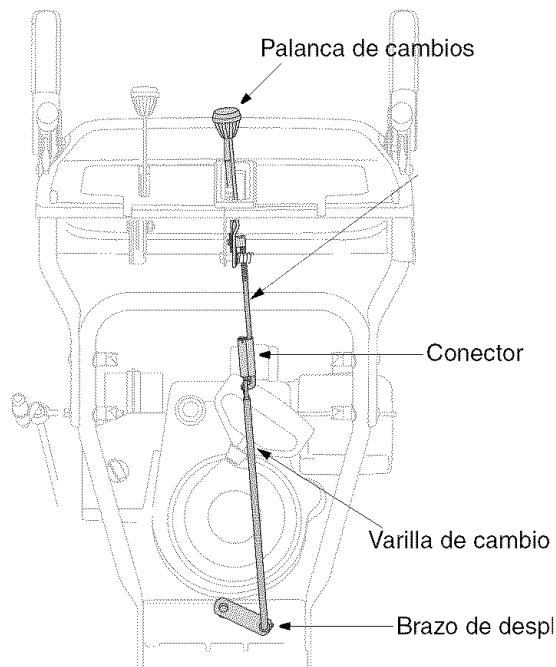

**Figura 26**
- Habiendo engranado el control de transmisión, controle si la rueda de fricción hace contacto con la placa de transmisión. Vea la Figura 26.